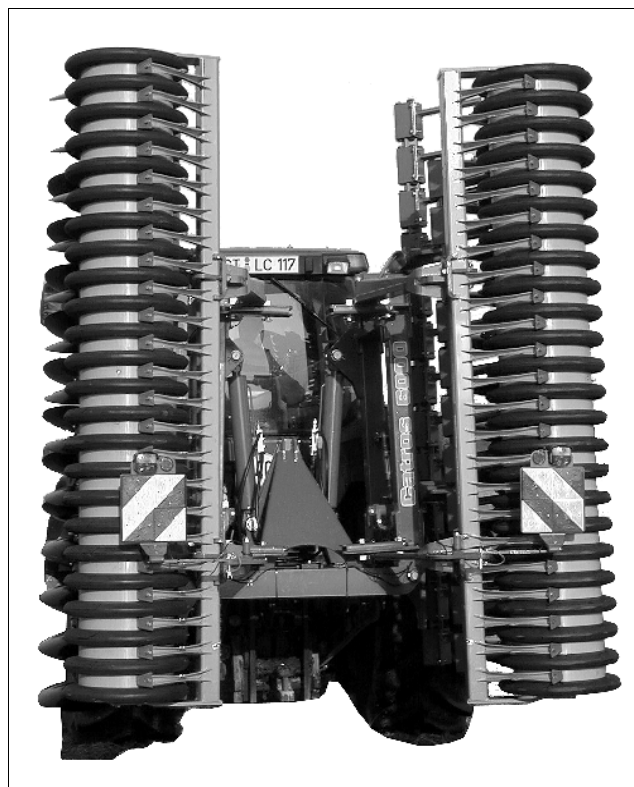

Fig. 11
- Transportbredden får inte överstiga gällande lagstiftning! Fäll upp sidosektionerna. (Fig. 11)!
- Fäll in sektionerna (Fig. 11) och stäng avstängningskranarna för att förhindra oavsiktlig utfällning!